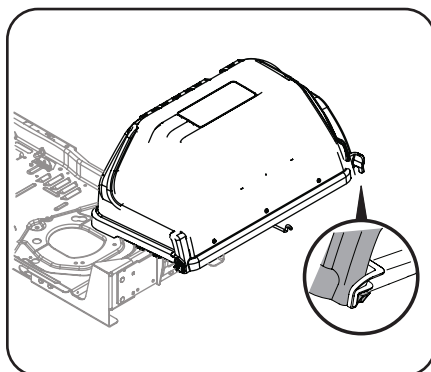

Figura 4-9
5. Balancee la cubierta superior del colector de césped hacia abajo para cerrar el accesorio. Presione en el lado derecho trasero y el lado izquierdo trasero de las lengüetas y asegúrelas en su lugar bajo las muescas en cada lado. Garantice un ajuste seguro. Consulte la Figura 4-9.